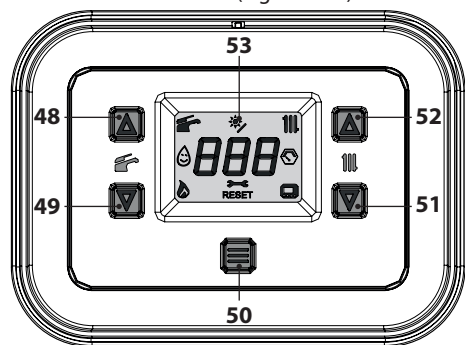
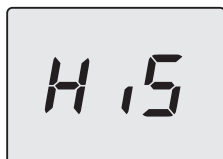
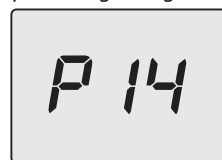
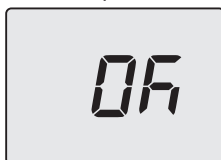

Figura 5.53
Figura 5.54
Figura 5.57
Figura 5.59
- Entrare in "modalità programmazione" premendo contemporaneamente per 5 secondi i tasti 49 e 51 (Figura 5.53) fino a far apparire sul display LCD le lettere **HIS** che indicano il menu "Storico delle caldaia" (Figura 5.54).
- Premere per 1 sec. il tasto 50 (Figura 5.53) per entrare nel parametro selezionato. Il display visualizzerà quanto segue (Figura 5.57).
- Premendo il tasto 50 (Figura 5.53) si ottiene la conferma del valore inserito. Il display visualizzerà per 5 sec. quanto segue (Figura 5.59) poi, si porterà al livello superiore.
- Premendo contemporaneamente i tasti 49 e 51 (Figura 5.53) si esce senza modificare il valore (ritorno al livello precedente).
- tenere premuti contemporaneamente i tasti 49 e 51 per 5 sec. (Figura 5.53) (ritorno al livello precedente).
Comunque se la temperatura ambiente non dovesse essere confortevole si può aumentare o diminuire la temperatura di mandata dell'impianto riscaldamento di $\pm 15^\circ\text{C}$ agendo sui tasti 51 (diminuzione) e 52 (aumento) (Figura 5.53).